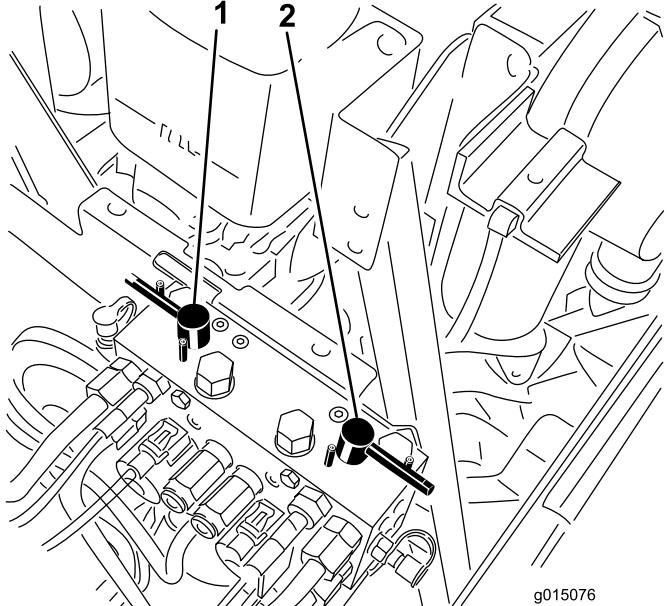

Figura 99
4. Selezionate le leve di lappatura anteriore, posteriore o entrambe per stabilire gli elementi da lappare (Figura 99).